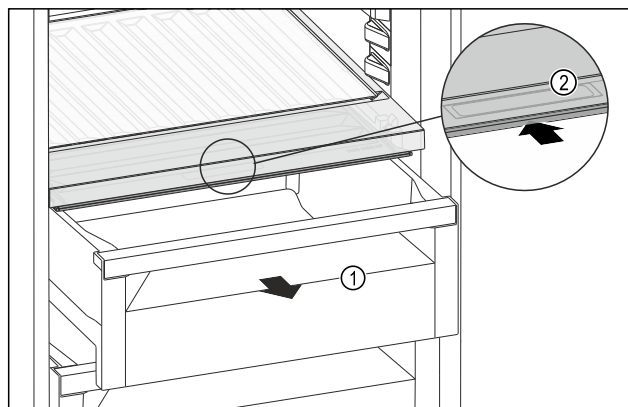

Fig. 218
- ▶ Zásuvku Fig. 218 (1) vytáhněte.
- ▶ Uchopte prohlubeň pro rukojeť Fig. 218 (2) na víko zásuvky a současně zasuňte víko zásuvky směrem dozadu.